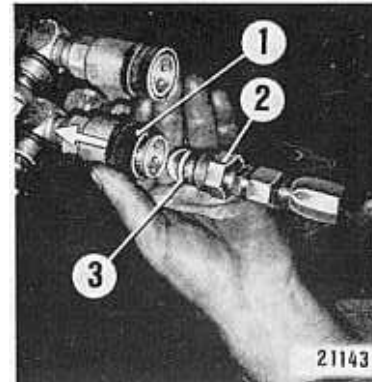

Fig. 47
L'amenée du fluide hydraulique aux vérins extérieurs d'outils amovibles se fait par l'emploi de conduits HP flexibles ③ et d'accouplements rapides ④ ou de prises de puissance hydraulique (Fig. 47), l'un et l'autre genre d'accouplement permettant un montage et un démontage rapides de la jonction.